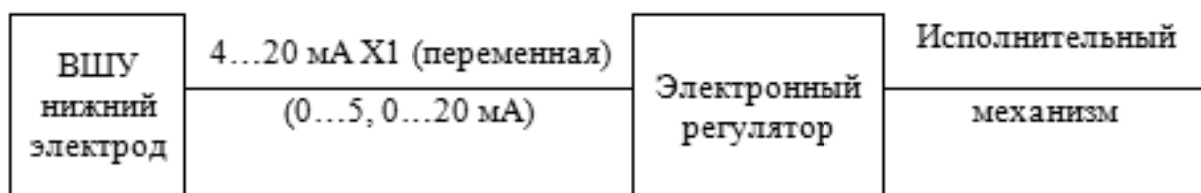

Рис. 2. Автоматическое регулирование уровня раздела фаз «нефть-вода» на базе электронного регулятора.
4.4.1 Автоматическое регулирование уровня раздела фаз «нефть-вода» обеспечивается шкафом управления ИПМ НИЖНЕГО электрода, для чего аналоговый выход ВШУ необходимо подключить к соответствующему аналоговому входу электронного регулятора с блоком ручного управления (см. рис. 2).